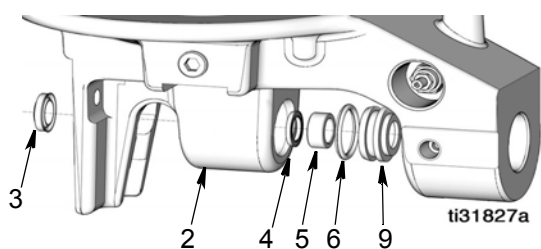
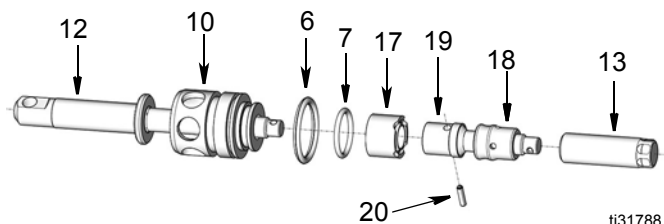

Рис. 19
Рис. 20
6. Снимите цилиндр насоса (11) и шток поршня в сборе с литого основания насоса (2).
7. Осмотрите H-образное грязесъемное сальниковое уплотнение (3) на наличие повреждений и износа. При обнаружении повреждений и/или износа извлеките его из основания насоса (2) (Рис. 19).
8. Снимите фиксатор сальникового уплотнения (9) из основания насоса (2). Извлеките П-образное уплотнение (4), уплотнительное кольцо круглого сечения (6) и подшипник (5) из фиксатора уплотнений (Рис. 19).
9. Отделите шток поршня в сборе от цилиндра насоса (11).
10. Снимите пружинный штифт (20), которым шток поршня (19) фиксируется на лопаточном штоке (12). Выкрутите шток поршня из лопаточного штока (Рис. 20).